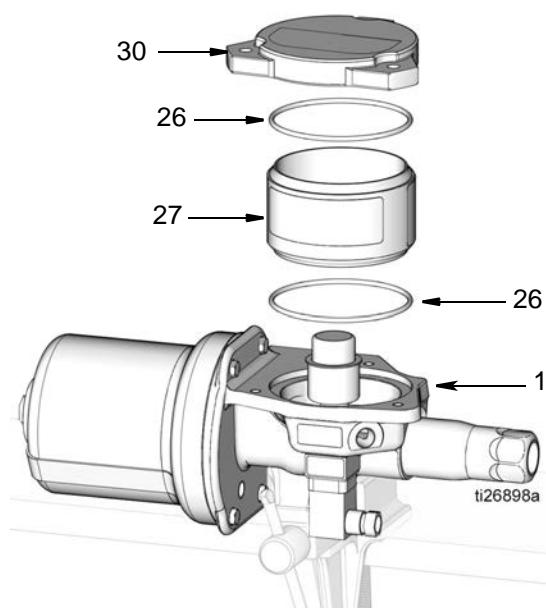

图 13
12. 从泵底座 (1) 上拆下液箱 (27) (图 13)。